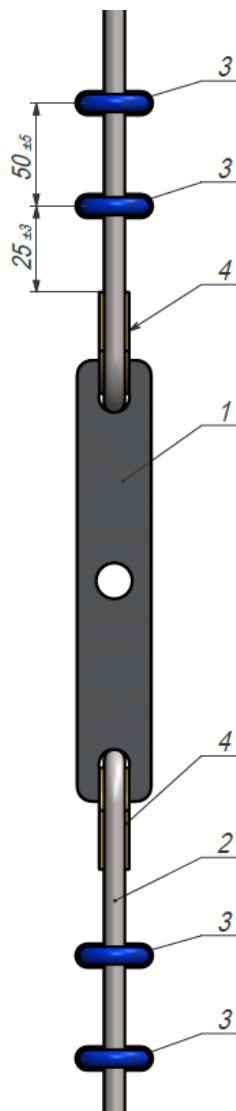

Рис. 53
13.3 Канат пропустить через шкив ограничителя скорости, спустив через специальное отверстие в балке и закрепить к рычагу механизма ловителей. Второй конец каната пропустить через шкив натяжного устройства и закрепить с другой стороны рычага механизма ловителей. Канат должен быть запасован в коуши и зафиксирован прижимами (Рис. 53).